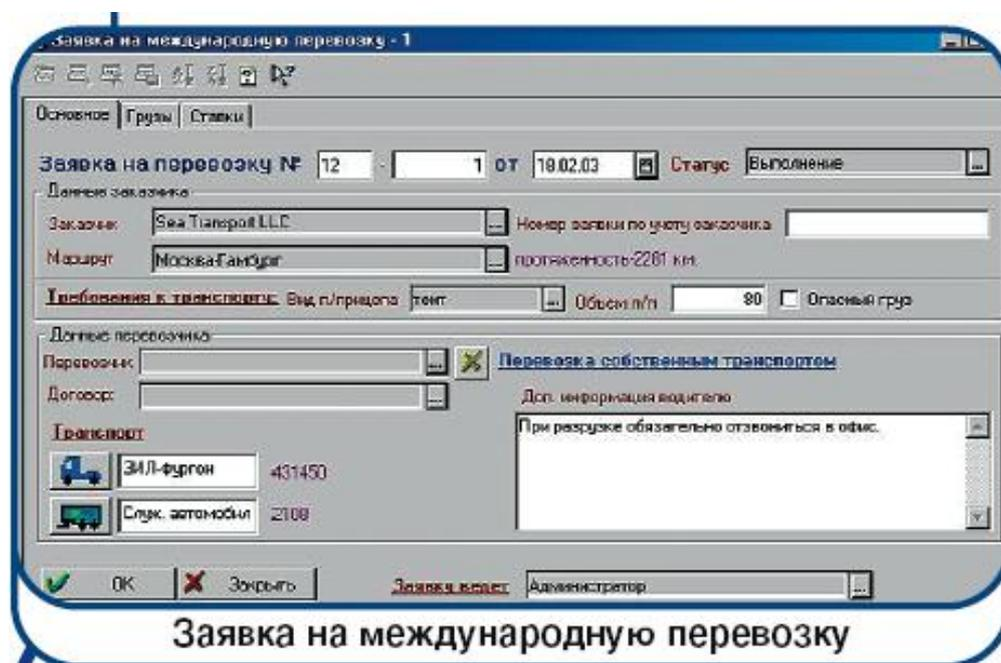

Рисунок 5.1 Заявка на международную перевозку
- Международный легкового и грузового автомобиля, см. рис. 5.1 – 5.2;